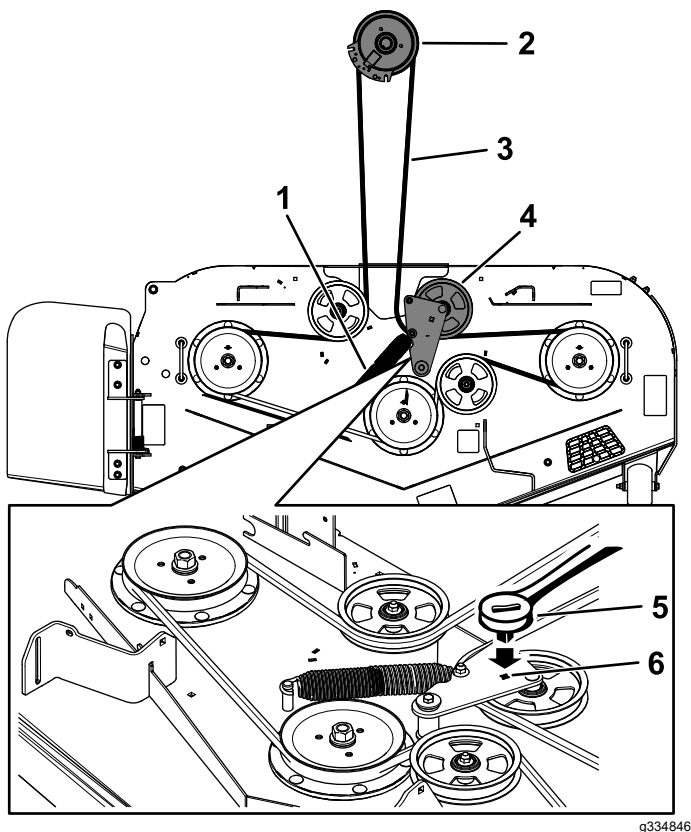

Figura 68
5. Utilice una llave de carraca de $\frac{3}{8}$ " en el orificio cuadrado del brazo tensor para aliviar la tensión del muelle tensor (Figura 68).
7. Instale la guía de la correa en el brazo tensor tensado con muelle (Figura 68).
9. Pase la correa nueva alrededor de las poleas del cortacésped y de la polea del embrague, debajo del motor (Figura 68).
10. Instale la guía de la correa en el brazo tensor (Figura 68).
11. Utilizando la llave de carraca de $\frac{3}{8}$ " en el orificio cuadrado, instale el muelle tensor (Figura 68).